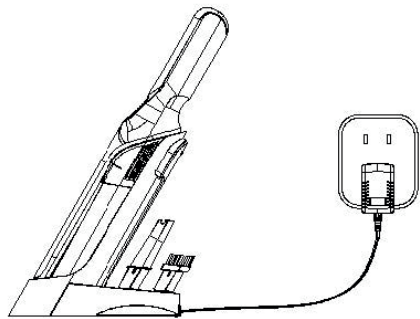
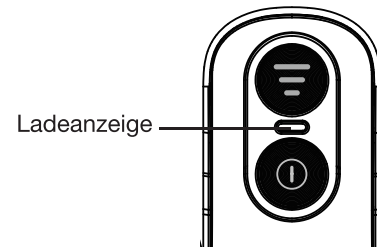

Abb. 5
Abb. 6
- Setzen Sie den Staubsauger auf die Ladestation (**Abbildung 5**). Wenn die Ladekontakte des Staubsaugers und der Ladestation miteinander verbunden sind, blinkt die Ladeanzeige (**Abbildung 6**). Hierdurch wird angezeigt, dass der Staubsauger aufgeladen wird. Wenn die Anzeige grün leuchtet, ist das Gerät vollständig aufgeladen.